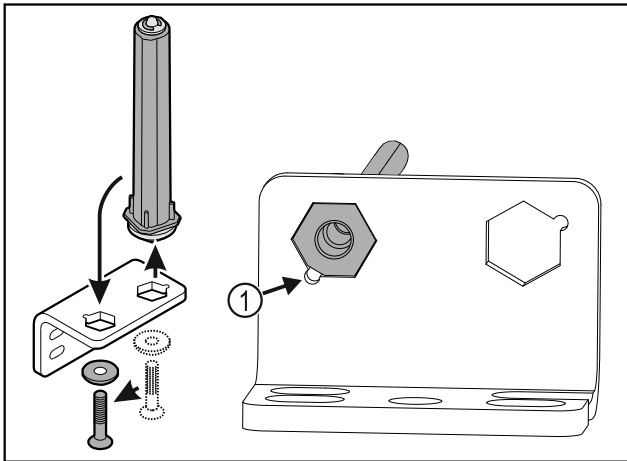

Fig. 40
- ▶ Βεβαιωθείτε ότι κατά την τοποθέτηση η λοξοτομή του πείρου είναι στραμμένη Fig. 40 (1) προς τη στρογγυλή οπή.